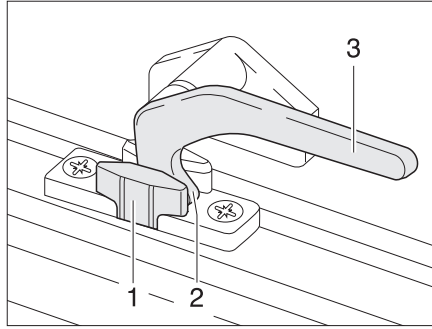

Fig. 78 Palanca de bloqueo en la posición de "ventilación continua"
- En la posición "ventilación continua" (Fig. 78)
- Girar la palanca de bloqueo (Fig. 78,3) un cuarto de vuelta hacia la mitad de la ventana.
- Girar la palanca de bloqueo un cuarto de vuelta hacia el marco de la ventana. El saliente de bloqueo (Fig. 78,2) se ha de introducir para ello en el rebaje del bloqueo de la ventana (Fig. 78,1).